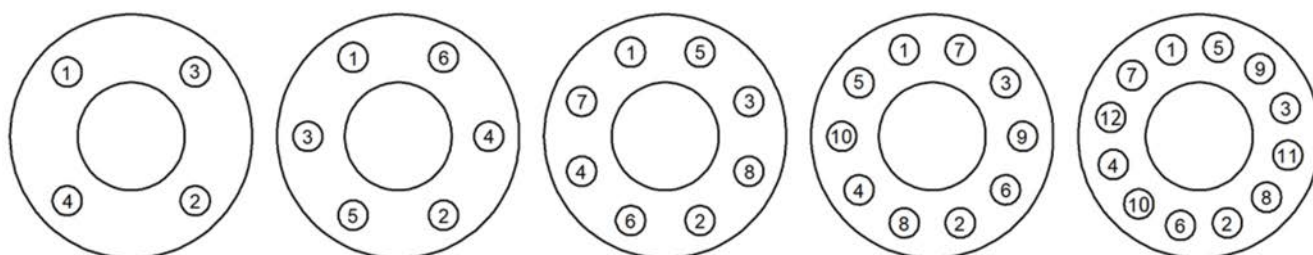

Fig. 2 Sequenza di serraggio
Per garantire l'uniformità del carico e dell'allineamento, i bulloni delle flange devono essere serrati in modo graduale e in sequenza incrociata, come indicato in Fig.2
- ◆ Allentare il dado (10) e svitare completamente i bulloni (15).
- ◆ Separare il gruppo bonnet (9), l'otturatore completo (3)
- ◆ Rimuovere l'eventuale gabbia (5)
- ◆ Sostituire la guarnizione di tenuta del pistone di bilanciamento (8) svitando la guida (6).
- ◆ Se necessario svitare e sostituire la sede (2) utilizzando le apposite chiavi
- ◆ Inserire nel bonnet (9) il nuovo otturatore avendo cura di ungere l'asta con olio al silicone.
- ◆ Sostituire sempre la guarnizione del corpo (11) pulendo accuratamente i piani d'appoggio.
- ◆ Serrare i dadi (15) in modo graduale e in sequenza incrociata, come indicato nell'esempio in Fig.2 paragrafo 2.01 applicando le coppie indicate nel capitolo 5